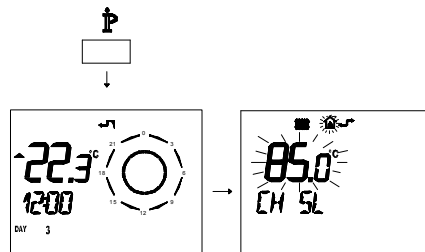

Figura 5.73
- Premere per più di 3 secondi il pulsante para per entrare in modalità **INFO** (Figura 5.73).